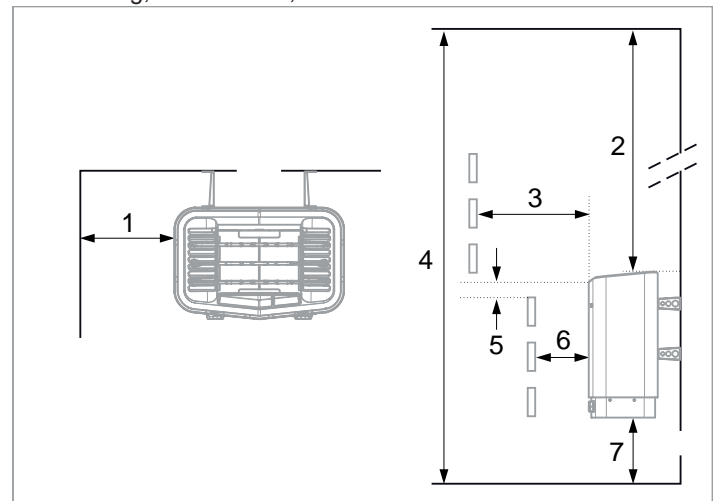

Abb. 2: Position des Saunaofens – Normalmontage
- Mit sicherem Abstand zu Boden, Seitenwänden und Einrichtung, siehe Abb. 2, Seite 10